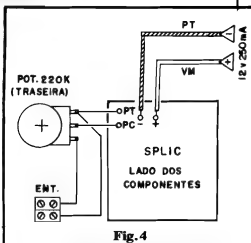

Fig. 4
- FIG. 4 - CONEXÕES EXTERNAS À PLACA - As ligações pela traseira... Ainda do potenciômetro, duas ligações são "puxadas" a um par de conectores tipo "Sindal", correspondentes à Entrada de sinal... Não são necessárias blindagens especiais, uma vez que o SPLIC não é - obviamente - um dispositivo de "alta-fidelidade", que deva "fugir" a roncos, zumbidos, essas coisas... Além disso, normalmente os sinais para excitação do circuito serão "puxados" de pontos onde se manifesta em alto nível e baixa impedância, com o que a eventual captação de "espúrios" fica naturalmente reduzida. Finalizando essa etapa, notar que a placa, na
fig. 4, é vista pela mesma face em que foi mostrada na figura anterior (lado dos componentes), apenas que com a devida "limpeza" visual (as peças sobre a placa não são mostradas, para "descongestionar" o desenho...).